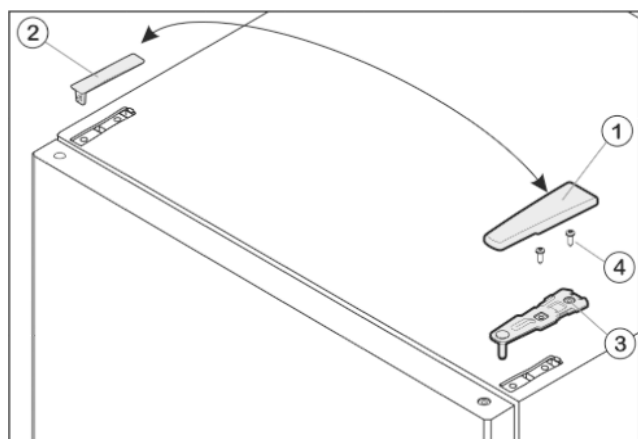

Fig. 7
- ▶ Drag bort täckbrickan Fig. 7 (1) framåt och uppåt.
- ▶ Lyft bort täckbrickan Fig. 7 (2).
- ▶ Skruva bort övre lagerbock Fig. 7 (3) (2 gånger Torx® 25) Fig. 7 (4) och drag bort den uppåt.
- ▶ Sätt i övre lagerbock *Fig. 7 (3)* på den nya gångjärnssidan i dörren.
- ▶ Skruva fast övre lagerbock (**med 4 Nm**) (2 gånger Torx® 25) *Fig. 7 (4)*. Borra eventuellt upp skruvhålen eller använd skruvdragare.
- ▶ Sätt på och lås fast täckbricka *Fig. 7 (1)* och täckpanel *Fig. 7 (2)* på motsatta sidan utifrån.